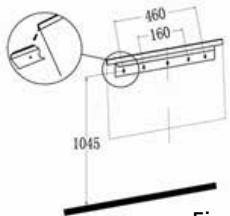

Fig. 4
- For optimal visning, merk de fire toppskruenes festeposisjon på veggen i henhold til anbefalt festedimensjoner- se fig.4.
- Løft varmeren forsiktig opp og pass på at den øverste bakre kanten på varmeren går inn i den lange veggbraketten (se fig.4 i sirkelen) og sitter rett.